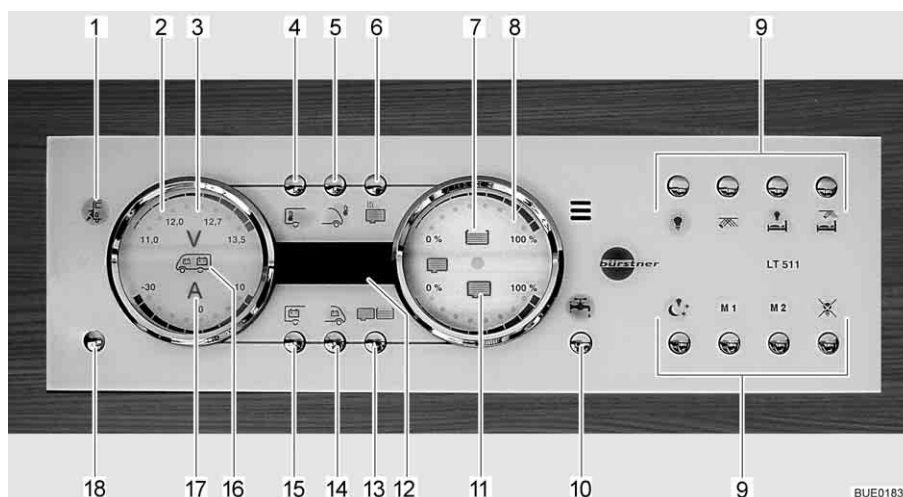

Fig. 165 Panneau de contrôle LT 511
Le voyant de contrôle 230 V (Fig. 165,1) s'allume si l'arrivée du bloc électrique est sous tension de réseau.
L'interrupteur principal 12 V (Fig. 165,18) établit ou coupe le panneau de contrôle et l'alimentation 12 V de la cellule.
- Appuyer brièvement sur la touche d'alimentation 12 V (Fig. 165,18). L'alimentation 12 V de la cellule est assurée. L'indicateur de contrôle "12 V" s'allume.
- ▷ La tension de la batterie de cellule est trop faible quand les DEL "11,0" de l'affichage en Volt et le symbole Volt "V" (Fig. 165,3) clignotent dans l'indicateur des batteries (Fig. 165,2) après la mise sous tension. Charger la batterie.
- ▷ La coupure de batterie est active quand l'indicateur de contrôle "12 V" et le symbole Volt "V" (Fig. 165,3) clignotent trois fois après la mise sous tension. Désactiver la coupure de batterie.
- Appuyer brièvement sur la touche d'alimentation 12 V (Fig. 165,18). L'alimentation 12 V de la cellule est coupée. L'indicateur de contrôle "Alimentation 12 V" s'éteint.
- Appuyer sur la touche batterie de cellule (Fig. 165,15) et la maintenir enfoncée pendant 10 secondes environ. Le symbole Volt "V" (Fig. 165,3) et l'indicateur de contrôle "12 V" clignotent trois fois. La batterie de cellule est coupée du réseau de bord de 12 V.
- Appuyer sur la touche d'alimentation 12 V (Fig. 165,18) et la maintenir enfoncée pendant 5 secondes environ. Le symbole Volt "V" (Fig. 165,3) et l'indicateur de contrôle "12 V" clignotent trois fois. La batterie de cellule est branché au réseau de bord 12 V. L'indicateur de contrôle s'allume au bout d'env. 5 secondes.
- Appuyer sur la touche de la batterie de cellule (Fig. 165,15). Le symbole Volt "V" (Fig. 165,3) s'allume. Le symbole Ampère "A" (Fig. 165,17) est allumé en blanc ou en rouge suivant l'état de chargement ou de déchargement. Les DEL à l'intérieur de l'indicateur indiquent la tension de la batterie et le courant de la batterie de cellule.
- Appuyer sur la touche de la batterie de démarrage (Fig. 165,14). Le symbole Volt "V" (Fig. 165,3) s'allume. Des DEL à l'intérieur de l'indicateur indiquent la tension de la batterie de démarrage.
- Appuyer sur la touche réservoirs (Fig. 165,13). Les symboles réservoir d'eau (Fig. 165,7) et réservoir d'eaux usées (Fig. 165,11) s'allument. Des DEL à l'intérieur de l'indicateur indiquent le niveau du réservoir d'eau (échelle supérieure) et celui du réservoir d'eaux usées (échelle inférieure).
Le symbole du réservoir d'eau (Fig. 165,7) ou celui du réservoir d'eaux usées (Fig. 165,11) clignote quand le réservoir d'eau est vide ou que le réservoir d'eaux usées est plein.
L'affichage numérique (Fig. 165,12) permet d'indiquer les températures intérieure et extérieure.
- Appuyer sur la touche température intérieure (Fig. 165,4). La température intérieure s'affiche.
- Appuyer sur la touche de la température extérieure (Fig. 165,5). La température extérieure s'affiche.